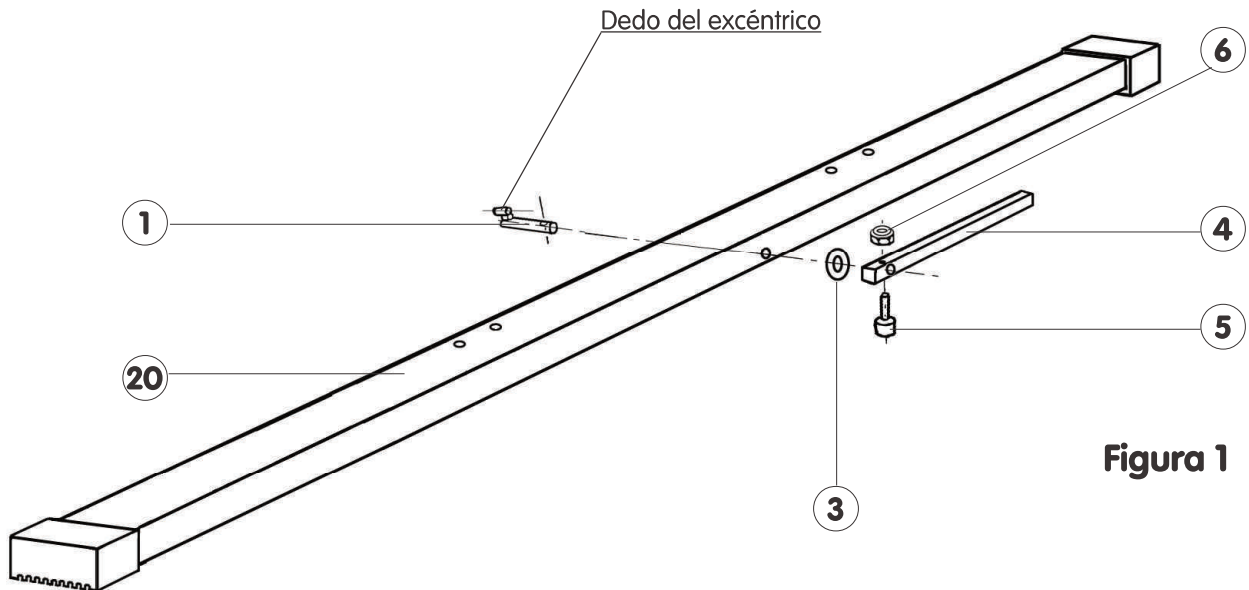

Figura 1
- 1 - Introduzca los excéntricos (1) en el orificio de cada uno de los pies (20). Coloque una arandela de apoyo (3) y, luego, la palanca (4) en posición horizontal en el excéntrico (1) de acuerdo con la **Figura 1**.